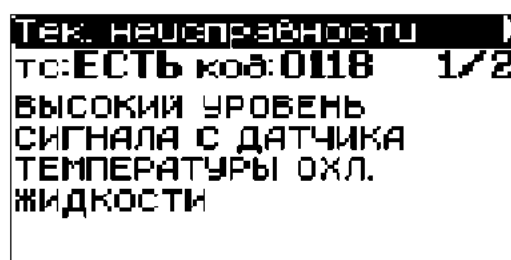

Рис. 23 Окно ТЕКУЩИЕ НЕИСПРАВНОСТИ
4.4.4.1 Пункт меню ТЕКУЩИЕ НЕИСПРАВНОСТИ позволяет просмотреть текущие неисправности системы управления, то есть неисправности, присутствующие в момент проверки в системе. Окно ТЕКУЩИЕ НЕИСПРАВНОСТИ показано на рис. 23.